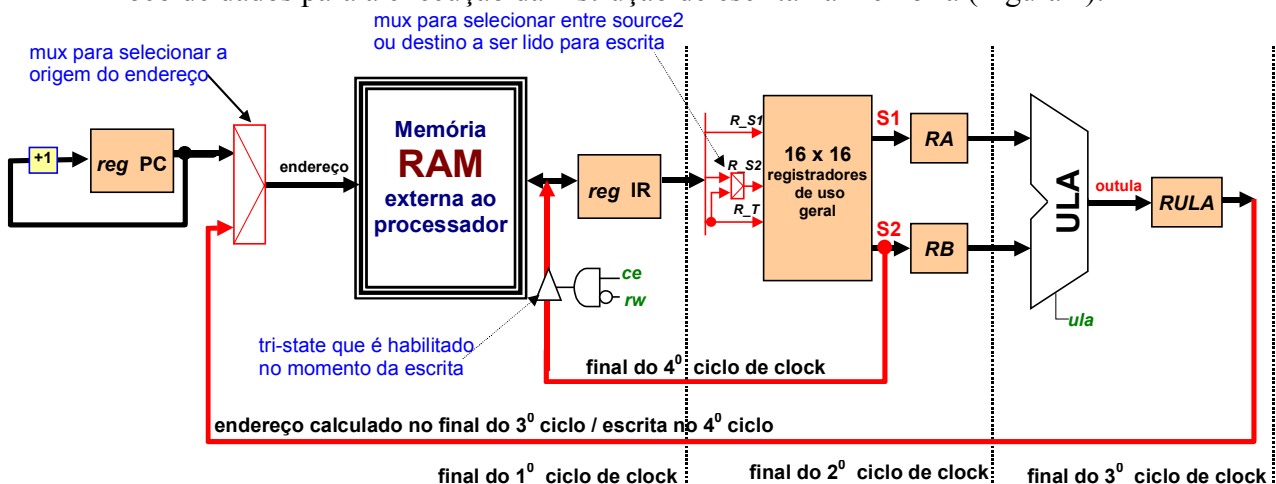

Figura 4 - Fluxo de execução de instrução de escrita na memória.
- Bloco de dados para a execução da instrução de escrita na memória (Figura 4):